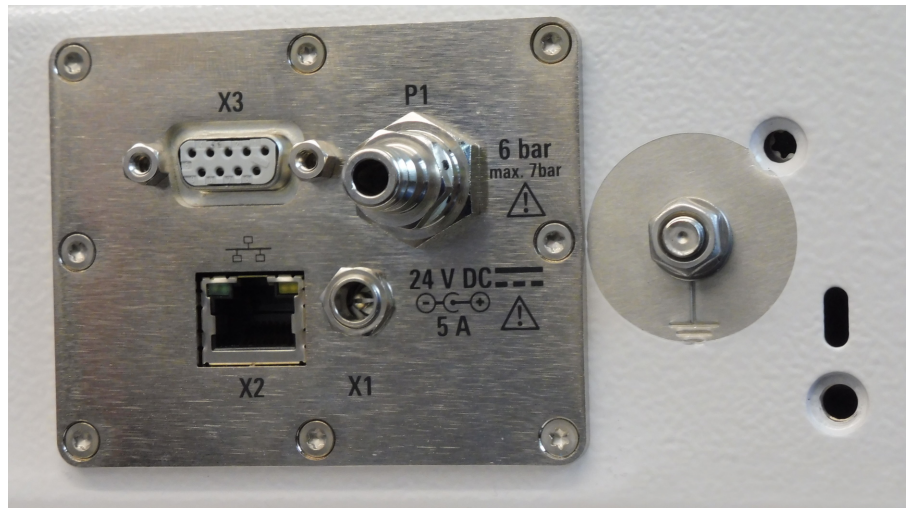

Bild 6-6: Versorgungs- und Bedienfeld
Der Schnellkupplungsstecker [P1] (siehe Bild 6-6) wird mit einem zusätzlichen Push-Pull-Adapter auf flexible Schläuche mit 6 mm Durchmesser geliefert.
1. Zur Fernsteuerung über einen **seriellen Anschluss** schließen Sie ein RS-232-Kabel von Ihrem Steuerungssystem an den D-Sub 9-Anschluss an (siehe [\[X3\]](#) in Bild 6-6).
- Zur Fernsteuerung über **Ethernet** schließen Sie ein LAN-Kabel Ihres Steuersystems an den RJ-45-Steckverbinder an (siehe **[X2]** in Bild 6-6). Sie können ein LAN-Kabel von beliebiger Länge verwenden. Die Ethernet-Konfiguration wird in "Konfigurieren des LAN-Netzwerks" auf Seite 37 beschrieben.